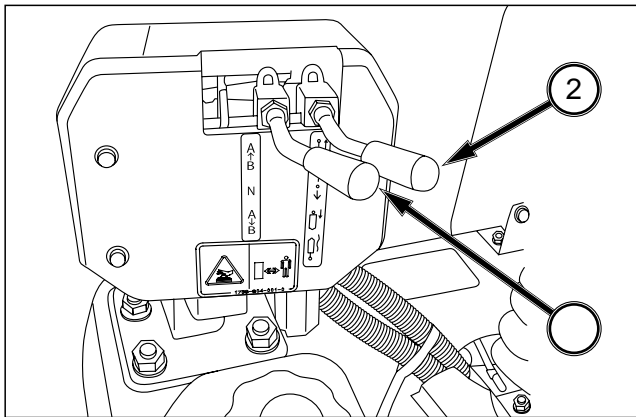

FIG. 4-30
Fig. 4-30 et 4-31 : Le levier de commande (1), contrôle le relevage ou l'abaissement de l'outil lorsque l'on utilise le premier jeu de raccords à distance. Le levier de commande (2), contrôle l'outil lorsque l'on utilise le second jeu de raccords à distance (kit à deux tiroirs uniquement).